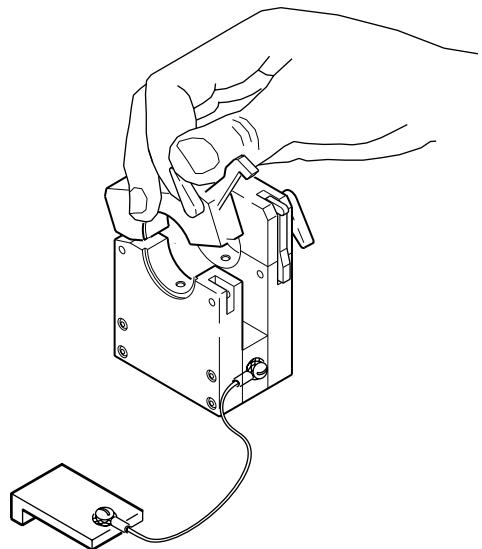

図 12：フィクスチャー・ブロックを開く
- 両方のレバーを外してチューブ用フィクスチャー・ブロックを開きます。図 12 をご参照ください。